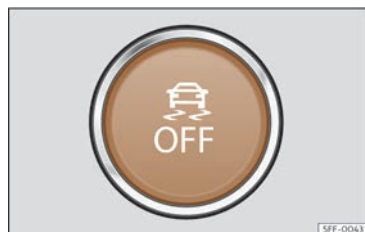

Fig. 119 A la part inferior de la consola central: botó per connectar/desconnectar l'ESC
- El TCS es pot desconnectar i connectar mitjançant una pulsació curta al botó de la consola central >>> **fig. 119**.
● L'ESC en mode "Sport" es pot desconnectar i connectar mitjançant una pulsació curta al botó  de la consola central >>> **fig. 119**.
● L'ESC es pot desconnectar i connectar mitjançant una pulsació curta al botó  de la consola central >>> **fig. 119**.